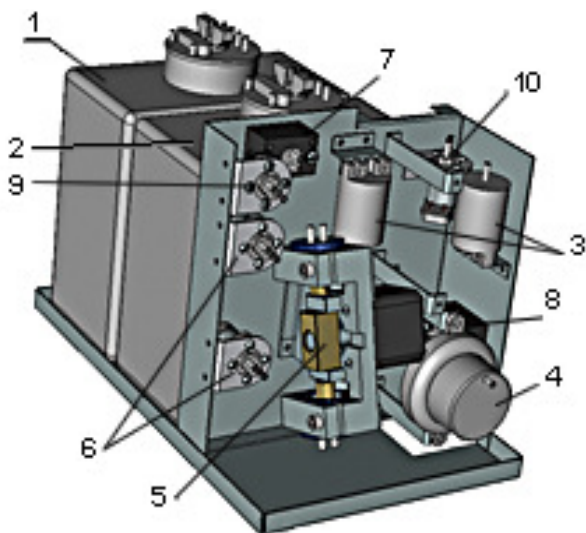
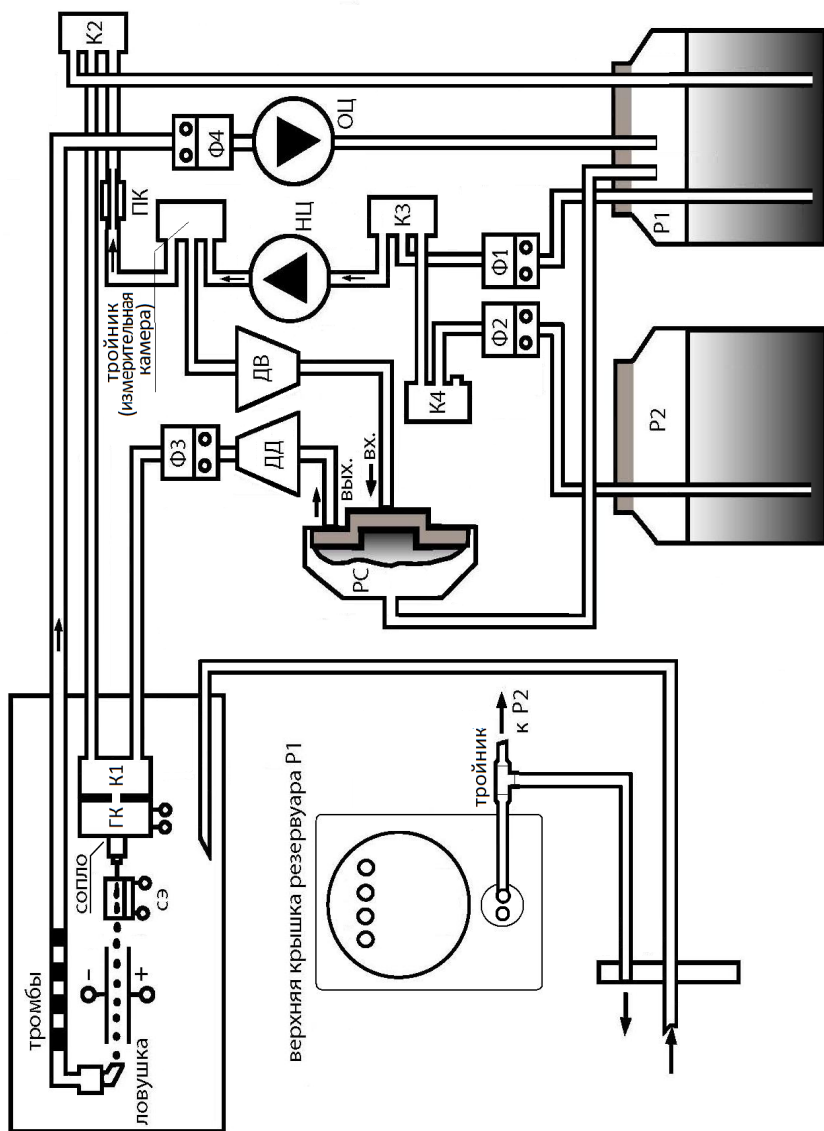

Рис. 6. Схема расположения элементов гидросистемы
Рис. 7. Структурная схема гидросистемы с автодоливом
Структурная схема и схема расположения элементов гидросистемы с автодоливом показаны на рис.6 и рис.7 соответственно.
- **Ф4** — фильтр в канале отсоса. Вход фильтра - со стороны крепления (см. рис. 6 и 7);
На рис. 7 представлена схема гидросистемы с устройством контроля вязкости и автодолива растворителя, включающее дополнительные элементы для контроля вязкости и автодолива растворителя:
На вход **НЦ** (рис.7) поступают либо чернила через **К3**, либо растворитель через **К4** и сообщающиеся штуцеры **К3**.